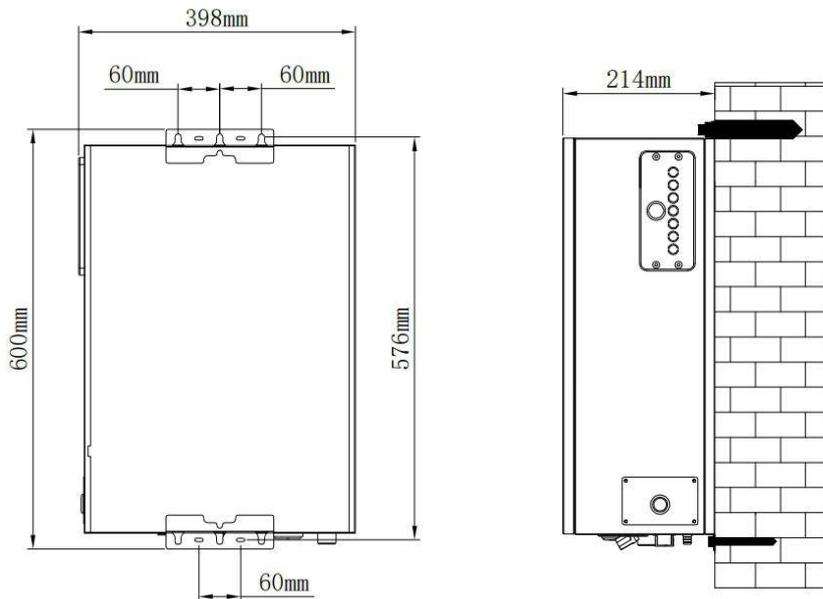

Рис. 4. Размещение прибора
9.2.1. РАЗМЕЩЕНИЕ ПРИБОРА НА СТЕНЕ (Рис. 4)